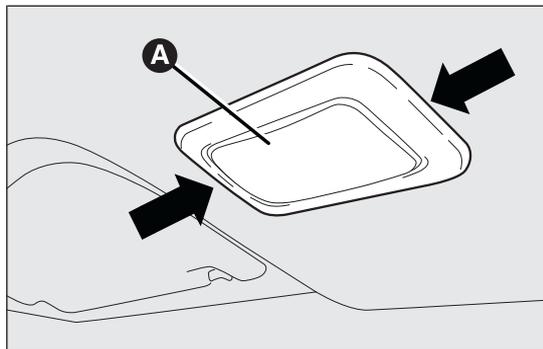

fig. 148
- enlever le plafonnier A fig. 148 en agissant sur les points indiqués par les flèches ;